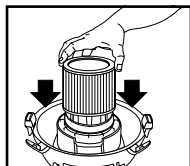

FIGURE 18
28. Alors que le couvercle du réservoir est renversé, glissez la cartouche filtrante vers le bas, sur le support de couvercle, et poussez jusqu'à ce que les joints du filtre reposent contre le couvercle. **FIGURE 18.**